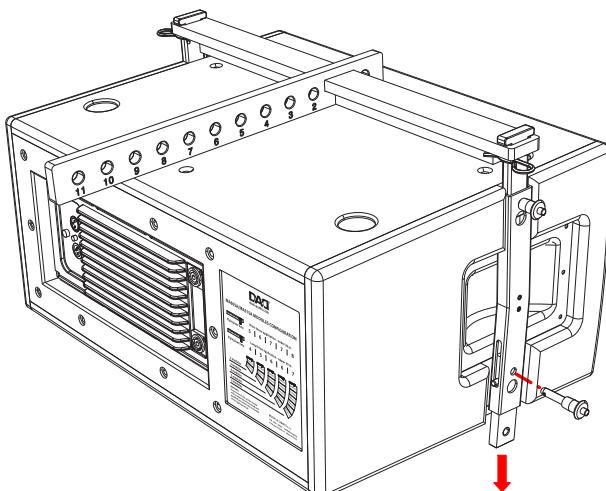

Fig.7
2. Togliere le due spine ad aggancio rapido che trattengono le aste forate del diffusore in posizione di trasporto (fig.7).
2. Remove the two quick lock pins that retain the rods drilled of the MA loudspeaker in the transport position (fig.7).